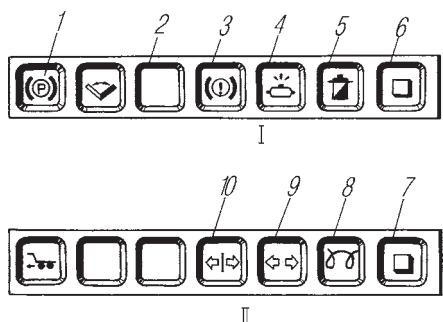

Рис. 12. Блоки контрольных ламп:
14. Перед началом движения давление воздуха в тормозной системе должно быть не ниже 440 кПа (4,7 кгс/см2). При загорании сигнализатора 4 (см. рис. 12) на панели приборов устранить неисправность в пневматической части привода.
15. При эксплуатации автомобиля, особенно в тяжелых дорожных условиях (песчаные, грязные дороги и т. д.), необходимо следить за состоянием тормозов и своевременно регулировать зазоры между колодками и барабанами. При неисправности загорается контрольная лампа 3 (см. рис. 12) на панели приборов.
16. Перед началом движения проверить исправность сигнализаторов блоков контрольных ламп (см. рис. 12).
При увеличении сопротивления масляного фильтра (засорение фильтрующего элемента, повышенная вязкость масла при низкой температуре) сигнализатор 5 (рис. 12) загорается красным светом. Свечение его допустимо только при пуске и прогреве двигателя. Сигнализатор 2 загорается красным светом при аварийном повышении температуры охлаждающей жидкости выше 90 °С. Допускается кратковременная (не более 10 мин) работа двигателя при температуре до 95 °С.